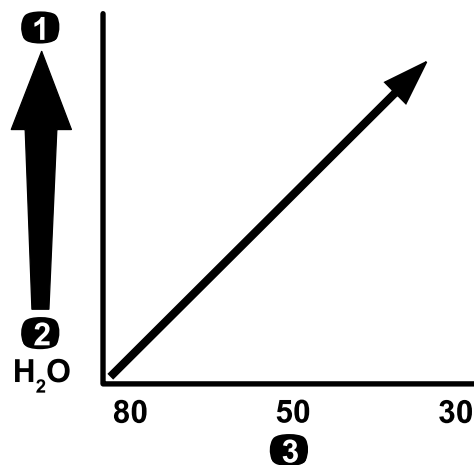

Figure 76
**Important:** Si vous pulvérisez des produits chimiques de viscosité plus élevée (plus épais) ou des solutions avec poudres mouillables, vous devrez peut-être utiliser un maillage plus grossier pour le filtre d'aspiration en option ; voir Figure 76.